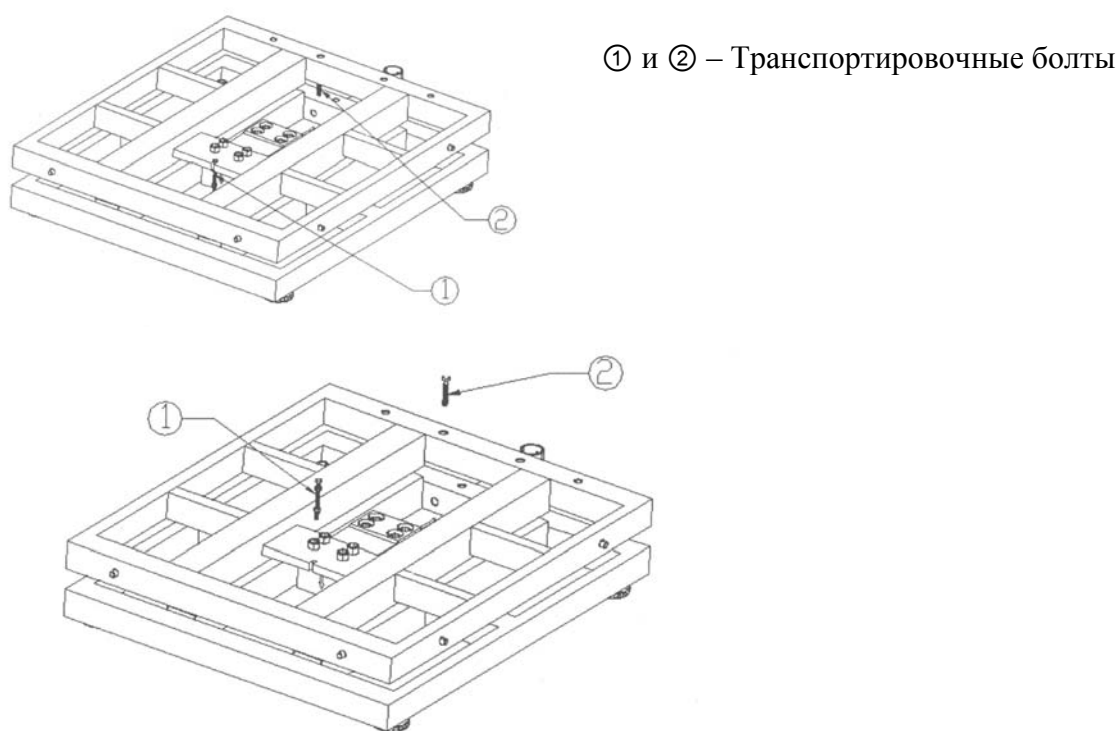

Рисунок 5.1 – Расположение транспортировочных болтов
- ☐ Выверните транспортировочные болты, используя шестигранный ключ (5 мм) и плоскогубцы (см. рисунок 5.1).